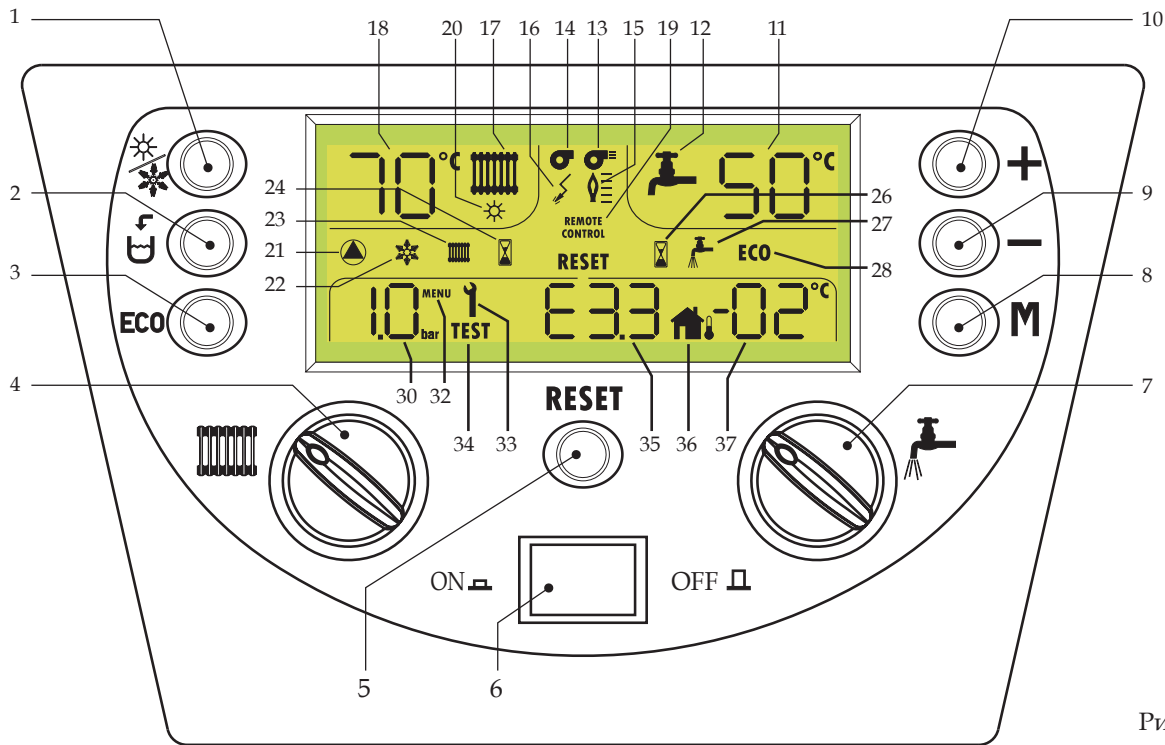

Рис. 1
Для включения/отключения режима Комфорт достаточно нажать кнопку 3 (ECO) - 3 рис. 1). Когда включен режим Комфорт, надпись ECO исчезает с дисплея.
Для восстановления рабочего режима - нажать кнопку 5 (Сброс (Reset) - рис. 1).
- Нажать клавишу ВКЛ/ВЫКЛ (ON/OFF) (см. рис. 1)
Нажать клавишу ВКЛ/ВЫКЛ (ON/OFF) (см. рис. 1)
Для выбора одного из двух режимов достаточно нажать клавишу 1  (рис. 1).
Котел позволяет обеспечивать автоматическую или полуавтоматическую подпитку водой системы отопления. Агрегат поставляется от изготовителя с установленным полуавтоматическим режимом подпитки, который может быть заменен на автоматический при установке. Для изменения режима подпитки достаточно нажать клавишу "подпитка водой" 2 (☺ - рис. 1) и удерживать ее в течение 5 секунд до появления на дисплее надписи **AF** (автоматический режим).
Для переключения на полуавтоматический режим подпитки нажать еще раз клавишу (☺ - рис. 1) и удерживать ее примерно 5 сек. до появления на дисплее надписи **bF** (полуавтоматический режим).